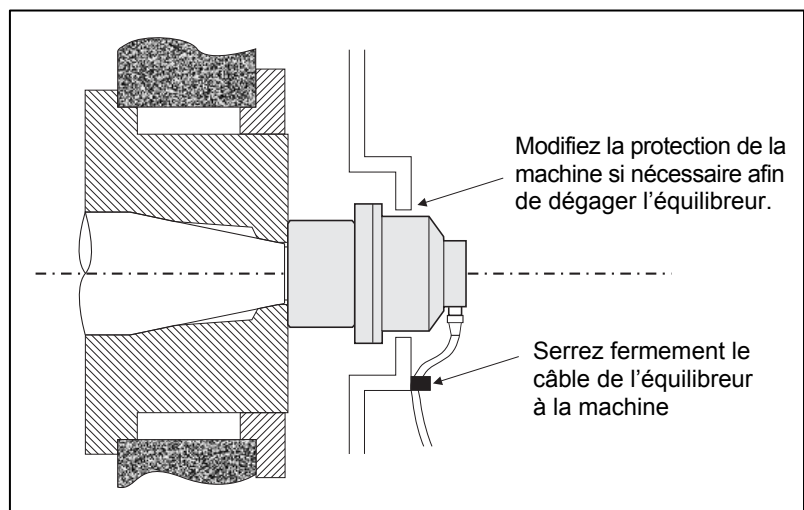

Figure 4b
**Lors de son installation, vous devez vérifier tout signe de jeu sur l'équilibreur.** Veillez à ce qu'il n'y ait aucune interférence entre l'équilibreur ou le montage de l'adaptateur et toute pièce de la machine (ex. : tête porte-pièce, fourreau), tout spécialement avec la vis de roue sur son plus petit diamètre. Modifiez la protection de la machine si nécessaire pour donner de l'espace par rapport à l'équilibreur (Figure 4b). La protection de la machine doit être modifiée pour permettre à la jonction rotative et au câble d'aller au-delà de la protection.
**Le câble de l'équilibreur doit être limité** afin d'éviter qu'il soit happé dans la machine en rotation (Figure 4b), tout en gardant la possibilité d'être débranché, si nécessaire, lors des changements de roues. De façon